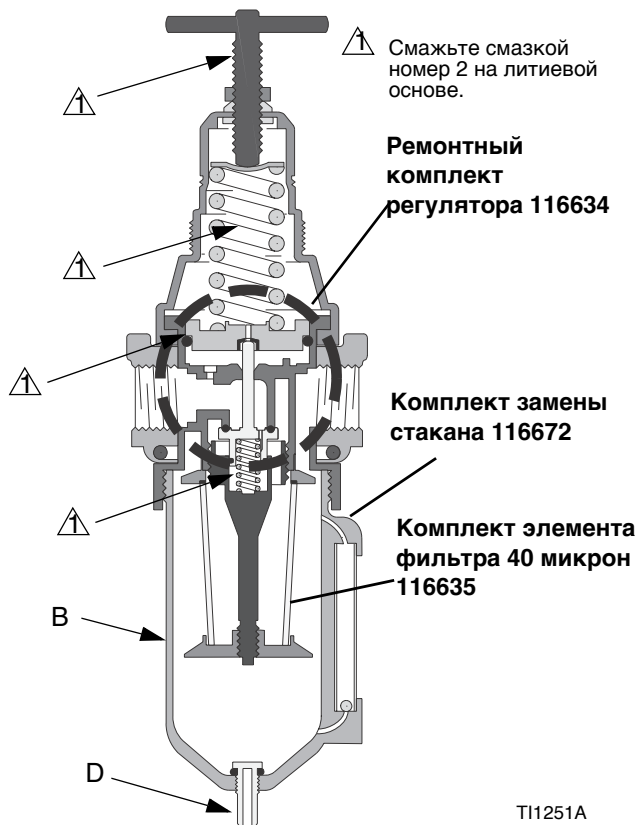

Рис. 3: Ремонтные Комплекты 116521
Каждый день удаляйте загрязняющие вещества из стакана перед достижением максимального уровня путем открывания дренажного отверстия (D) у основания стакана (B). См. Рис. 3.
Смажьте опорную поверхность, все уплотнительные кольца, резьбу установочного винта, и концы пружины смазкой на литиевой основе номер 2. См. . Рис. 3. Повторно соберите регулятор.